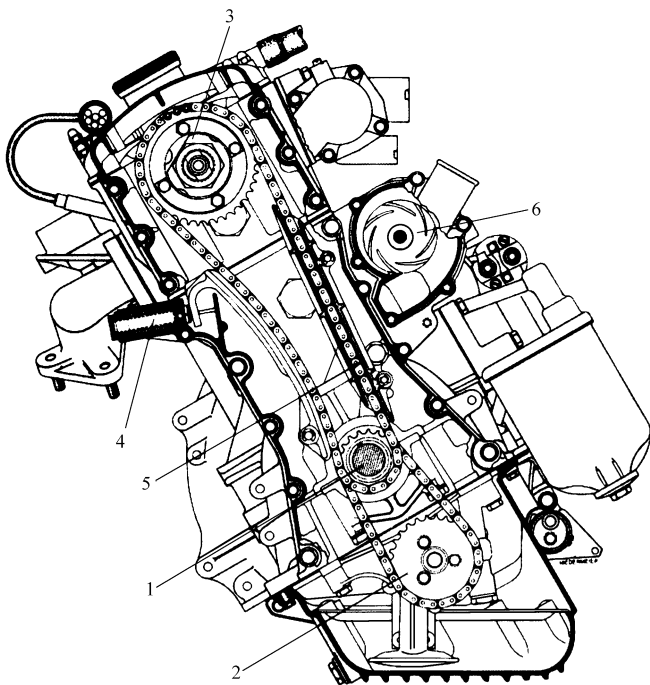

图 4-24
④ 直喷式柴油机                      ⑤ 重油发动机
- ① 8 圈                      ② 6 圈                      ③ 4 圈
④ 2 圈                      ⑤ 1 圈
- ① 节气门不能完全关闭
② 废气装置漏气
③ 活塞环磨损了
④ 排气门漏气
⑤ 喷嘴开着
88. 图 4-24 所示的零（部）件